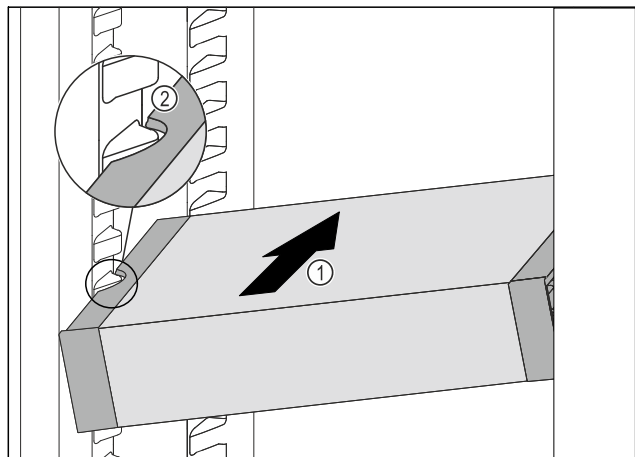

Fig. 228
- Insérer le VarioSafe en biais dans la partie réfrigérateur Fig. 228 (1) jusqu'à ce que les encoches latérales Fig. 228 (2) du VarioSafe se trouvent à la hauteur de la nervure du bac dans la partie réfrigérateur.